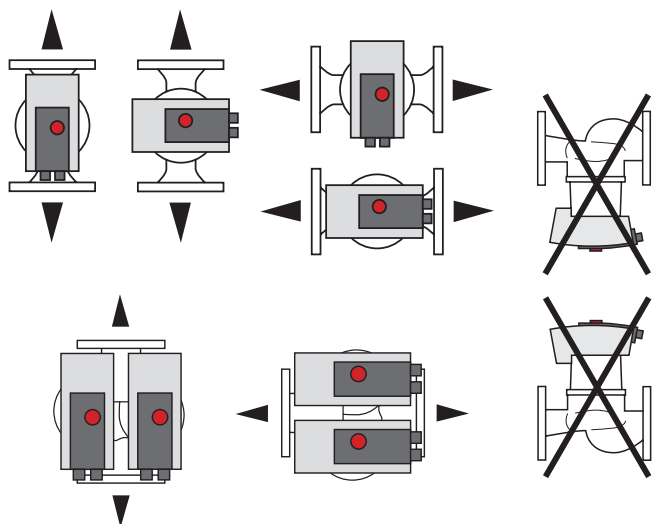

Fig. 4: Posições de instalação autorizadas
1. Verificar as posições de instalação autorizadas → Fig. 4.